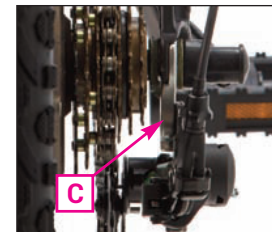

Abb. 12
Meist reicht es bereits aus, die Zugspannung leicht nachzustellen. Hierzu die Stellschraube C (Abb. 12) etwas anziehen. Sollte die Nachjustierung zu stark gewesen sein, die Schraube einfach wieder ein wenig in die entgegengesetzte Richtung drehen.
3. Jetzt den Schaltzug straffen und mit der Stellschraube C (siehe Abb. 12) fixieren.